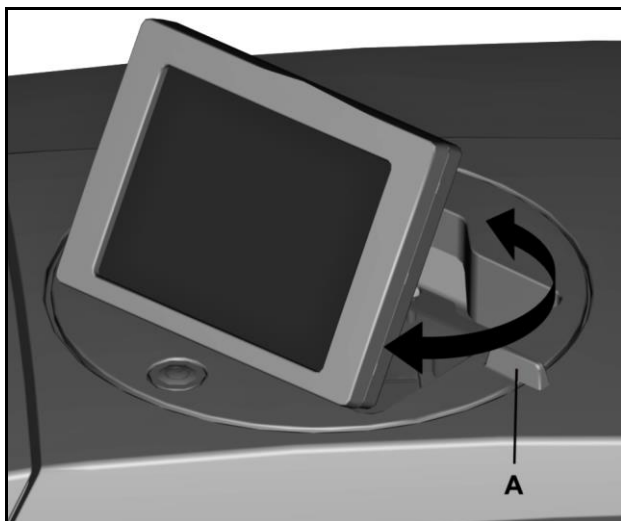

Bild 13 Roterar pekpanelen
- 2 Använd handtaget (A) för att vrida pekpanelen till önskad position (se "Bild 13 Roterar pekpanelen").